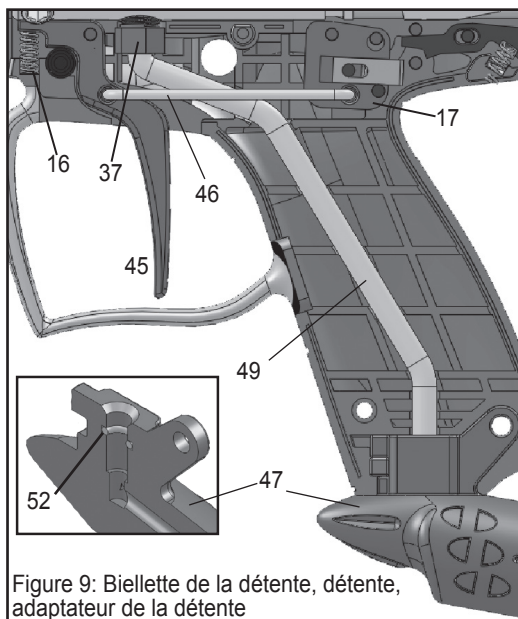

Figure 9: Bielle de la détonne, détonne, adaptateur de la détonne
11. Sortez l'**Adaptateur d'Alimentation d'Air (AAA) (47)** ainsi que la **Tige du Gaz (49)** du marqueur. La tige du gaz glisse hors du **Joint de l'Arrivée du gaz (37)** qui est lié au tube de puissance. Retirez la tige du gaz de l'AAA si nécessaire. Si le **Joint (52)** qui se trouve à l'intérieur de l'AAA doit être remplacé, utilisez un objet pointu pour l'enlever. Assurez-vous de placer correctement le nouveau joint, comme montré dans le graphique en Figure 9. Un peu d'huile de marqueur sur le joint rendra le montage plus facile.